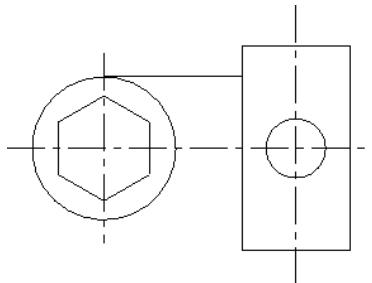

图 3-64 创建切线通过点相切实例
- ① 在“文件”工具栏中单击“打开文件”按钮 O ，打开光盘“第 03 章\3.3.6 创建切线通过点相切实例.MCX-7”，如图 3-64 所示。